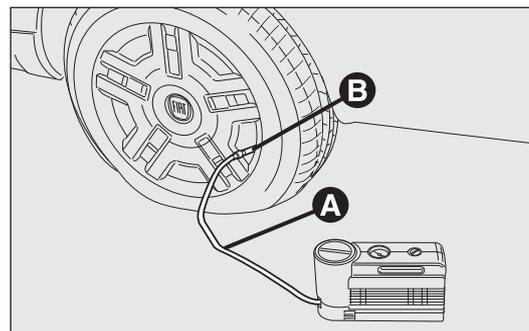

fig. 167
- Accione el freno de mano. Desenrosque el capuchón de la válvula del neumático, saque el tubo transparente de llenado A-fig. 167 y enrosque la corona B en la válvula del neumático;